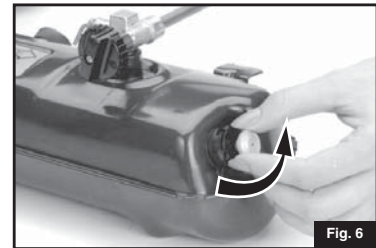

Fig. 6
- Ouvrez le BOUTON DE LA POMPE d'un tour. (Fig. 6)